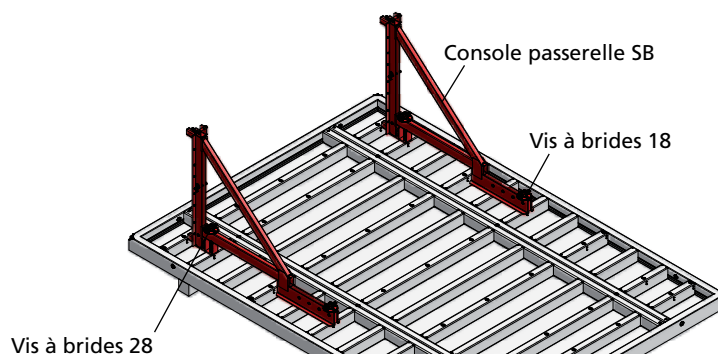

Fig. 6.1
1. Fixer les consoles passerelles SB sur les traverses multifonctions du panneau à l'aide de deux vis à brides, une de 28 et une de 18 (fig. 6.1). Les vis à brides sont à commander séparément.